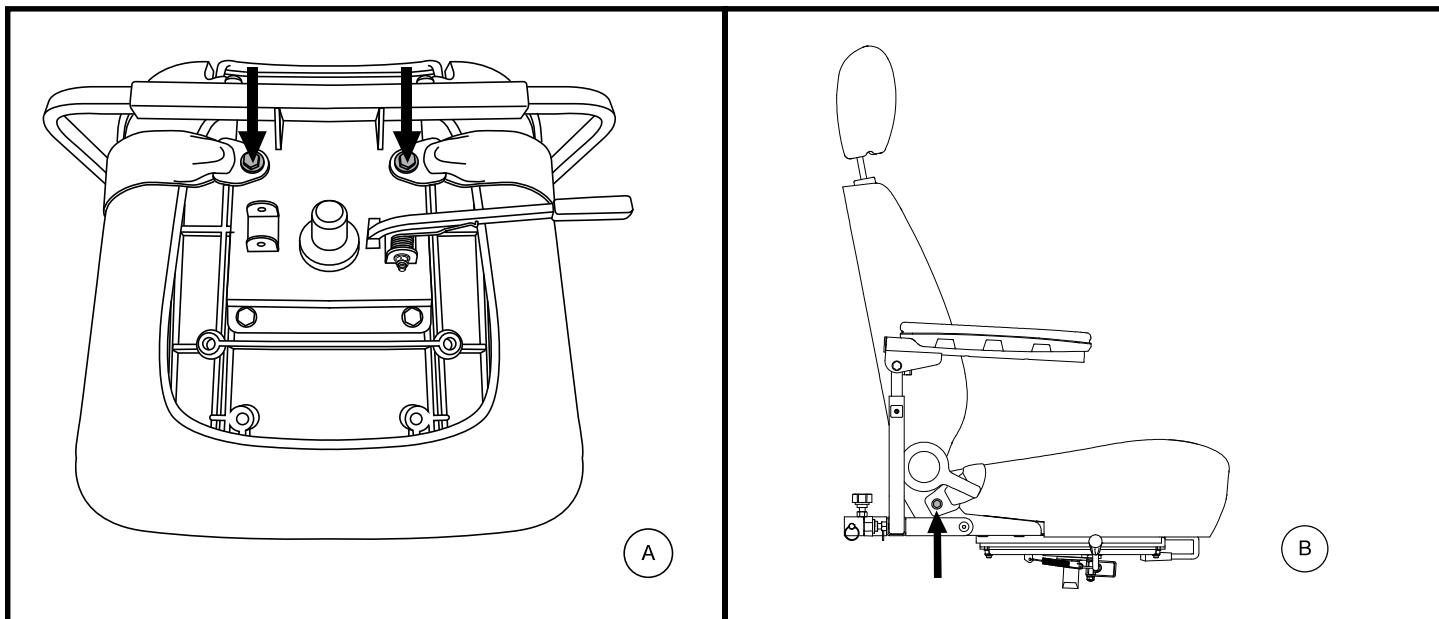

Figura 23. Bulloni per cinture di sicurezza
La seduta del scooter può essere dotata di cinture di sicurezza regolabili. Vedere figura 23. La cintura di sicurezza è stata progettata per garantire un maggiore supporto all'utente ed evitare che scivoli in avanti o indietro sulla seduta. La cintura di posizionamento non è concepita come dispositivo di contenimento.
2. Posizionare la seduta a testa in giù per poter lavorare sulla base della seduta. Vedere figura 23.